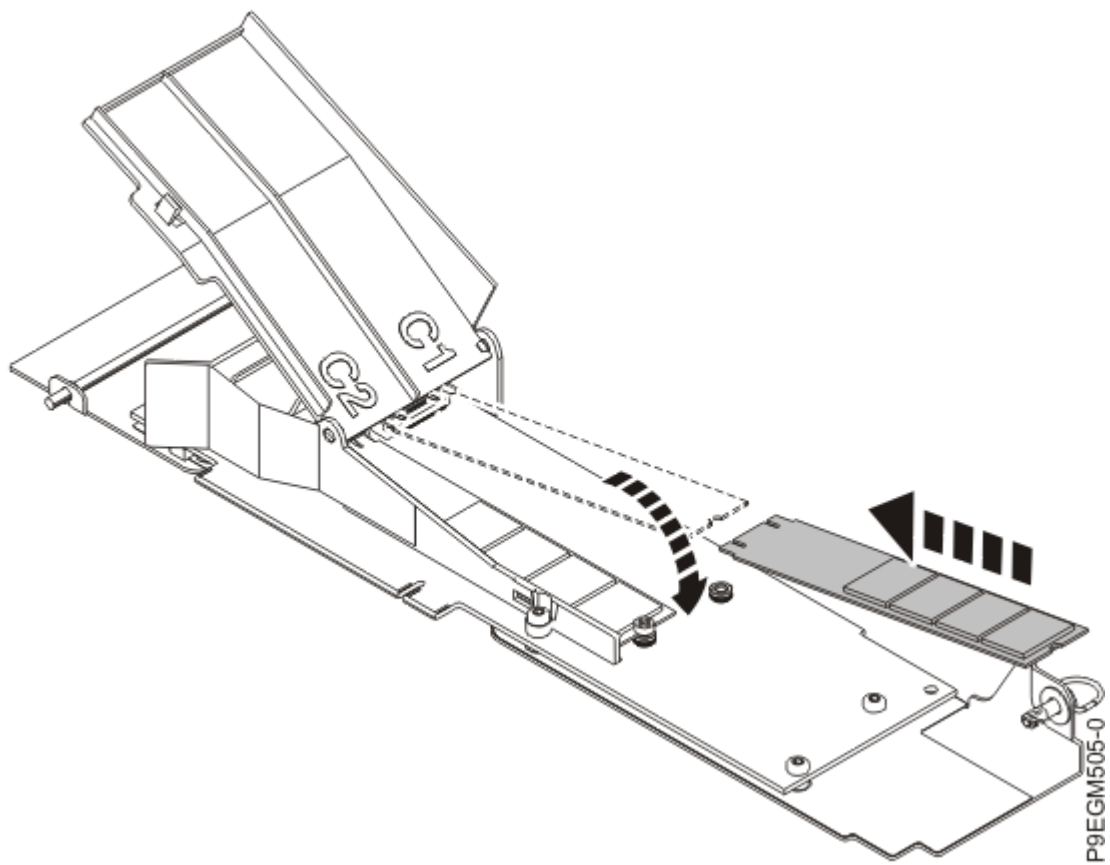

Figura 5. Instalación de un módulo flash NVMe M.2
3. Deslice uno de los nuevos módulos flash NVMe M.2 en el zócalo de la tarjeta portadora NVMe M.2. Consulte la Figura 5 en la página 8.